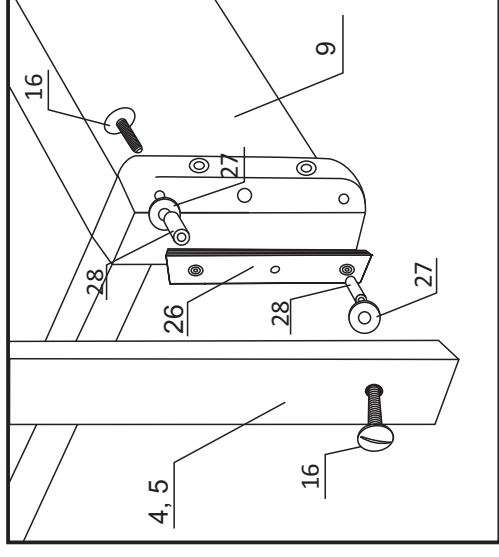
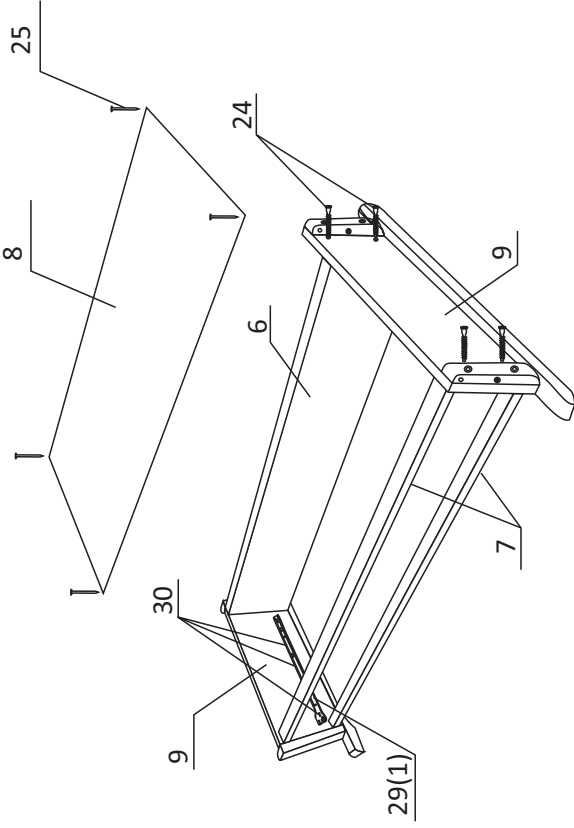

РИСУНОК 6.
РИСУНОК 5.
6. Установить на боковины каркаса (9) роликовые направляющие (29_1) по разметке на шуруп (30) (по 3 шт. на сторону.) (см. рис. 5)
7. Собрать боковины каркаса (9) с задней стенкой (6) и планками каркаса (7) на винты-конфирматы (24). (см. рис. 5)
8. Установить щит (8) на каркас кровати, закрепить гвоздями (25).
9. Установка механизма качания. Навесить планки механизма качания (26) на винты М6х50 (16) с внутренней стороны каркаса, и шайбу (27), втулку (28) с внешней стороны каркаса (см.рис.6). Совместить кровать с каркасом. Навесить кровать на планки механизма качания (26) на винты М6х50 (16) с внешней стороны ножки кровати, и шайбу (27), втулку (28) с внутренней стороны ножки кровати (см. рис 7). Для ограничения качания кровати затянуть винты стопорения (23).